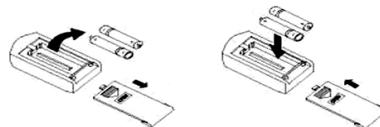

Рис.4
• Замена элементов питания в пульте дистанционного управления (рис.4):